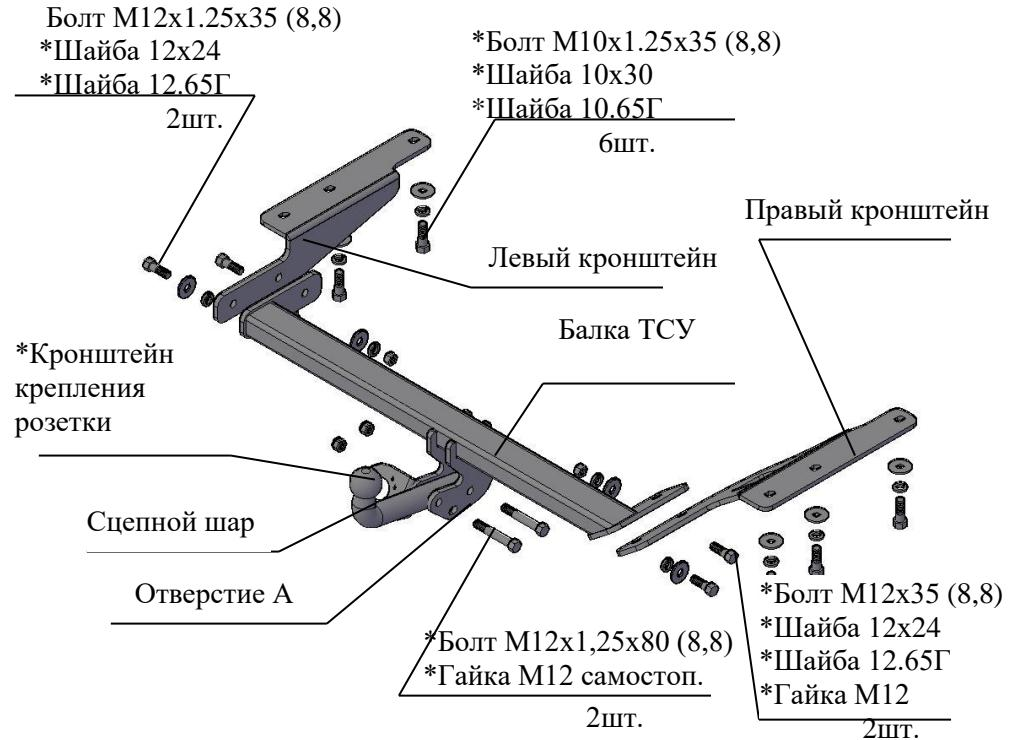

Рис.1 Тягово-сцепное устройство ТСУ 7610
2.1 ТСУ 7610 в сборе (рис.1)	1 шт.
2.2 Пакет с комплектующими (см. рис.1)	1 шт.